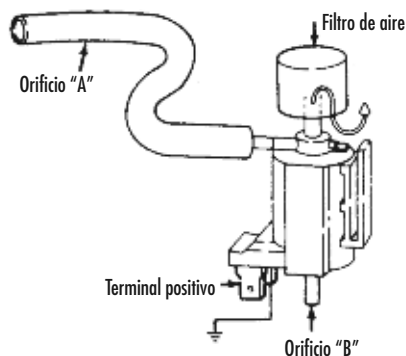

FIGURA 12: SOLENOIDE DE VACÍO TÍPICO
1) Desconecte los conectores de vacío y eléctricos del solenoide. Conecte la bomba al orificio "B" y trate de aplicar vacío con la bomba. El vacío debe romperse por el orificio "A" (FIGURA 12).